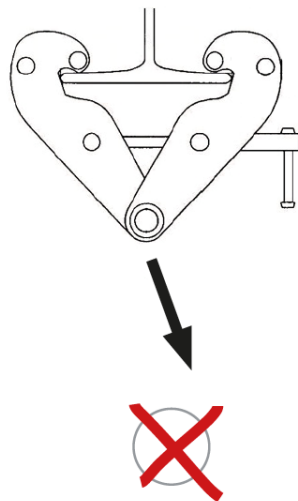

Abbildung 3
- Schrägzug entlang der Trägerachse, sowie seitliche Belastung, ist nicht zulässig (Abbildung 3 und 4)